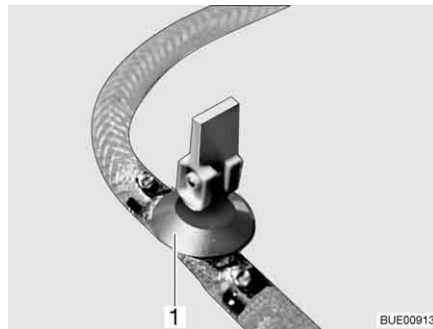
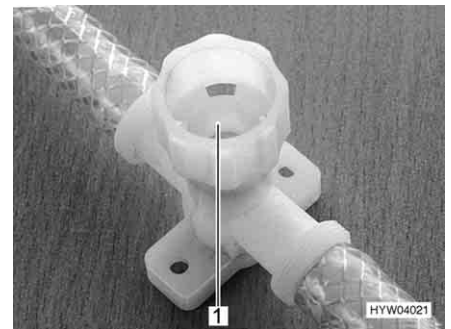

Bild 241 Avtappningskran (med vipparm)
Bild 242 Avtappningskran (med vred)
- Öppna alla avtappningskranar. Ställ för detta avtappningskranens vipparm (Bild 241, 1) lodrätt eller vrid avtappningskranens kran (Bild 242, 1) moturs.